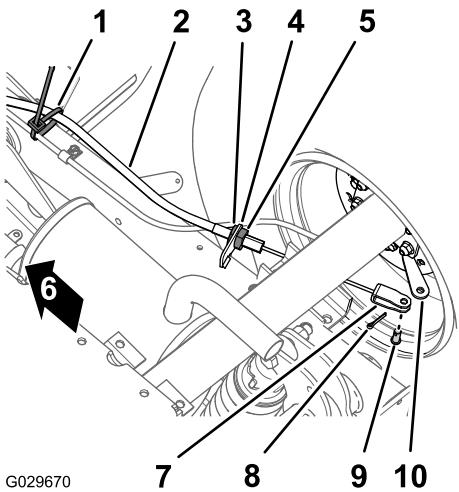

Bild 41
1. Entfernen Sie an der Unterseite der Maschine die Kabelbinde, mit der der Feststellbremszug an der Betriebsbremsenleitung befestigt ist (Bild 41).
2. Markieren Sie einen Drehstreifen an der vorderen Klemmmutter für den Feststellbremszug (Bild 41).
3. Lockern Sie die hintere Klemmmutter und nehmen den Zug von der Bremszughalterung ab (Bild 41).
4. Entfernen Sie den Splint und den Lastösenbolzen, mit denen die Lastöse für den Feststellbremszug am Bremsbetätigungshebel ist, und schließen Sie den Zug vom Hebel ab (Bild 41).
1. Verlegen Sie den Gewindesteller des Feststellbremszugs zur Bremszughalterung und den Lastösenbolzen zum Bremsbetätigungshebel (Bild 41).
3. Fluchten Sie den Gewindesteller des Feststellbremszugs mit der Bremszughalterung aus ziehen die hintere Klemmmutter an (Bild 41).